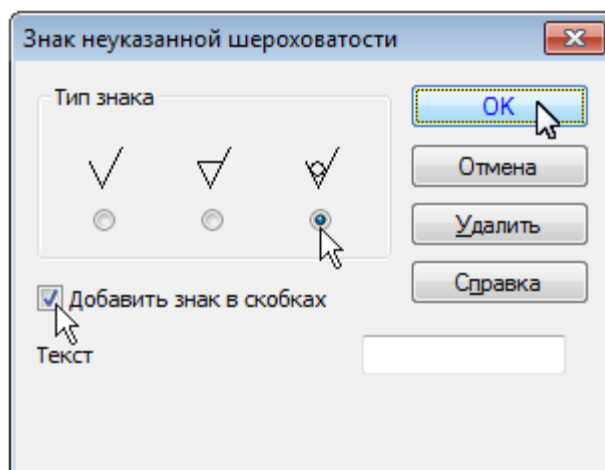

Рисунок 30.
- Определите значение шероховатости неуказанных поверхностей (рис. 30).